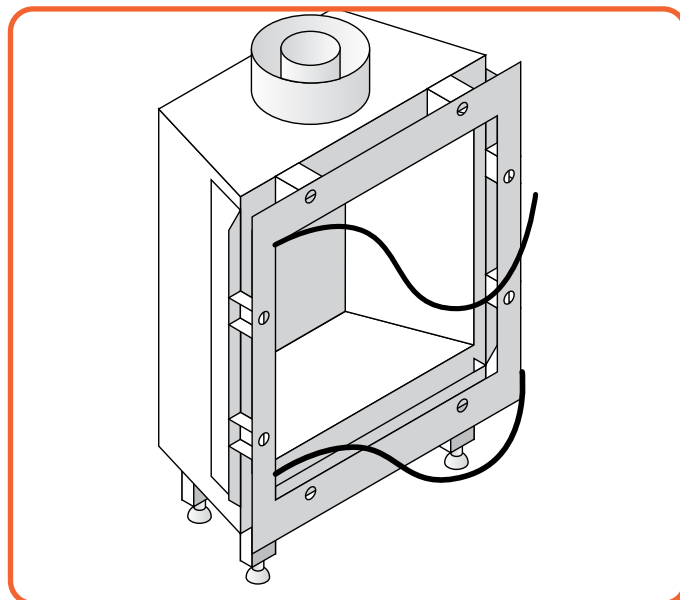

Figure 9.4 | Retirez la corde en verre
- Retirez les deux garnitures latérales et la garniture inférieure. Elles sont maintenues par des aimants, Figure 9.4